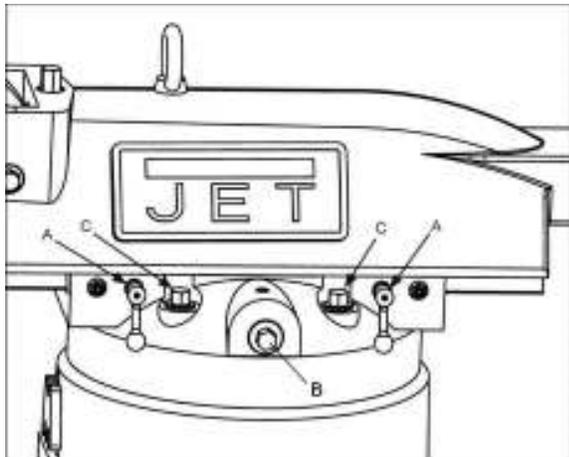

Рисунок 19
1. Ослабьте две ручки (А, Рис. 19), которые фиксируют подвижную консоль на его направляющих.
2. Поверните шестерню консоли (В, рис. 19) с помощью ключа, чтобы продвинуть консоль по направляющим.
3. Когда подвижная консоль перемещена в нужное положение, плотно затяните ручки (А, рис. 19).
1. Ослабьте четыре зажимных болта поворотной башни (С, рис. 19), которые закрепляют консоль на верхней части основания. Чтобы поворотная башня могла перемещаться, достаточно ослабить винты на пол-оборота.
3. Затяните четыре зажимных болта поворотной башни (С, рис. 19). Затягивайте в два этапа при помощи выставленного на определенную величину динамометрического ключа. Используйте перекрестную схему затяжки. Сначала затягивайте при величине крутящего момента 3,45 кгс\*м, и окончательно при 6,9 кгс\*м.